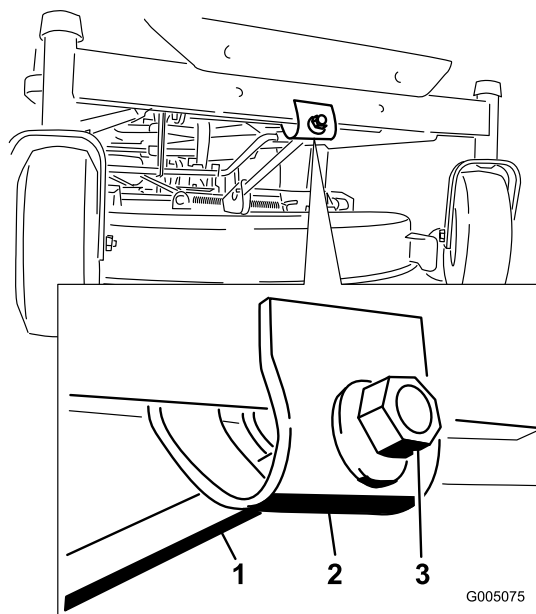

Figure 46
7. Pour régler l'inclinaison avant/arrière des lames, tournez l'écrou de réglage à l'avant du plateau de coupe (Figure 46).